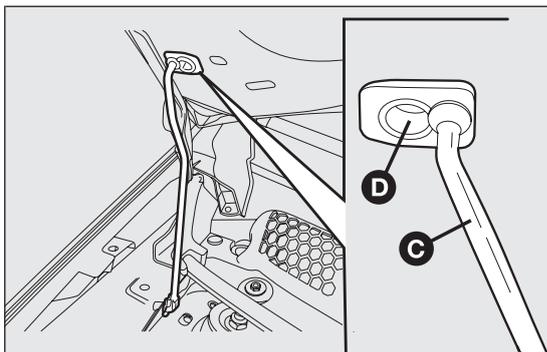

fig. 100
- levantar el capó y, al mismo tiempo, soltar la varilla de sujeción C fig. 100 de su dispositivo de bloqueo, a continuación, introducir el extremo de la varilla en el alojamiento D del capó.
- mantener levantado el capó con una mano y con la otra retirar la varilla C fig. 100 del alojamiento D y volver a introducirla en su dispositivo de bloqueo;